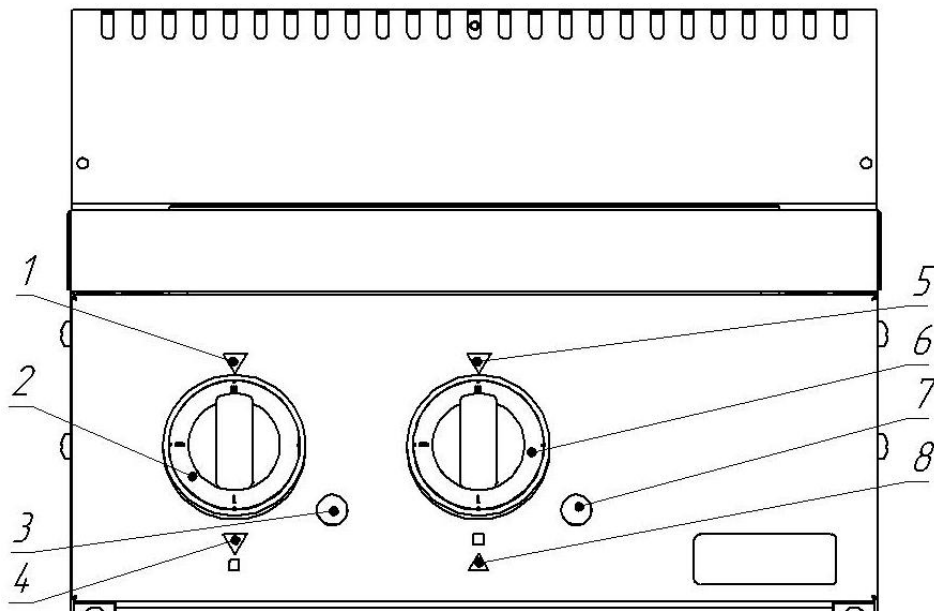

Рисунок 3- Панель управления.
Примечание. Блок зажимов расположен за панелью управления (рисунок 3). Для снятия панели управления необходимо выкрутить два винта поз.9 и снять ее, обеспечив доступ к блоку зажимов.
7.1 Установить ручки переключателей мощности конфорок (поз.2, 6 рисунок 3) в положение «3» (макс.), при этом должна загореться арматура светосигнальная (поз.3, 7 рисунок 3).